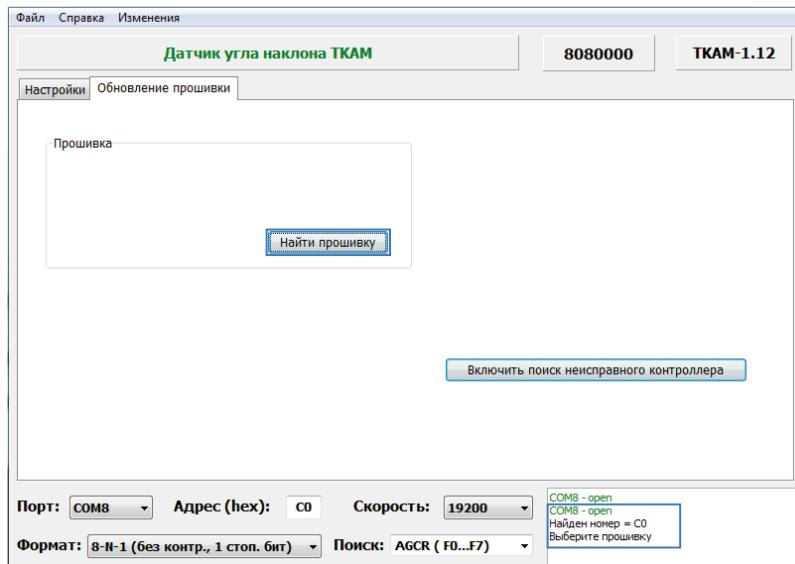

Рис.31. Поиск неисправного датчика.
- подключите датчик «TKAM» с поврежденной прошивкой к программатору «TKLS-Prog-485», подключенному к компьютеру. Программа «AGPConf» обнаружит неисправное устройство и предложит выбрать файл прошивки для загрузки в это устройство – в окне состояния появится сообщение «Выберите прошивку» и на вкладке станет доступной кнопка «Найти прошивку» (**Рис.31**);